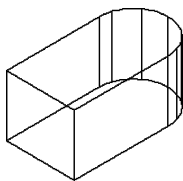
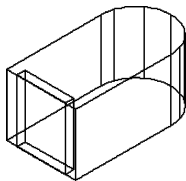

图 13-89 拉伸面操作后的实体
图 13-90 移动长方体
(1) 单击“三维工具”选项卡“实体编辑”面板中的“拉伸面”按钮，将创建的壳体中部，顶面拉伸 30，左侧面拉伸 20，结果如图 13-89 所示。
(2) 单击“三维工具”选项卡“建模”面板中的“长方体”按钮，以实体左下角点为角点，创建长为5、宽为28、高为36的长方体。
(3) 单击“默认”选项卡“修改”面板中的“移动”按钮，以长方体左边中点为基点，将其移动到实体左边中点处，结果如图13-90所示。